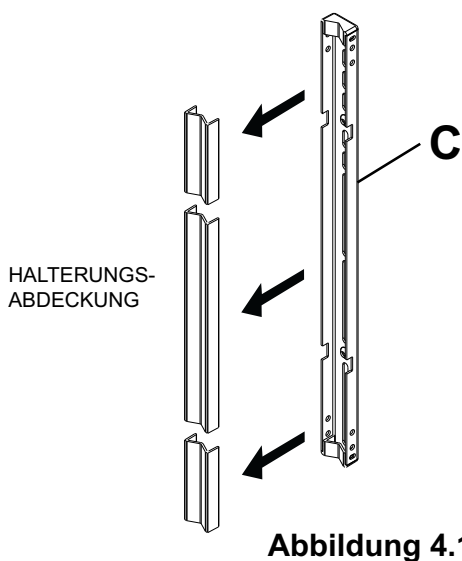
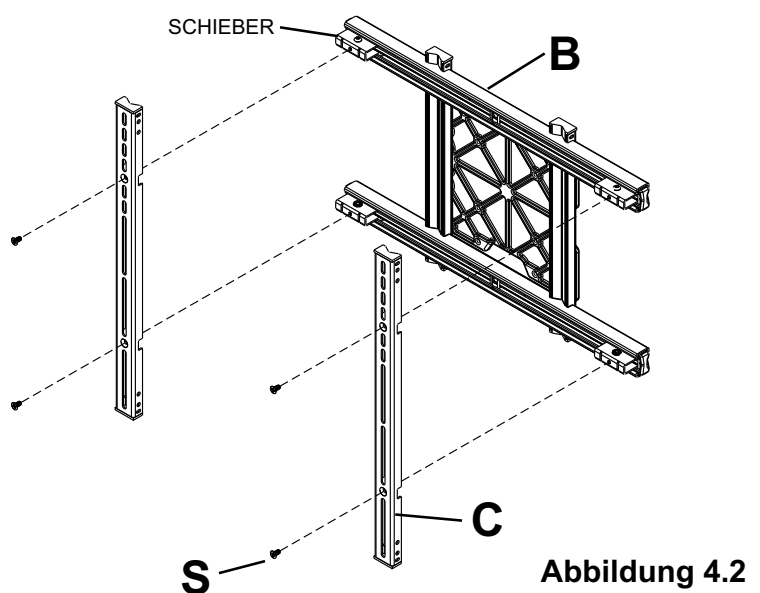

Abbildung 4.1
Abbildung 4.2
Nehmen Sie die Abdeckungen von den Bildschirmhalterungen (C) ab (siehe Abbildung 4.1). Befestigen Sie die zwei Bildschirmhalterungen (C) mit zwei M5 x 10 mm Kreuzschlitz-Senkkopfschrauben (S) an den Schiebern der Universal-Adapterhalterung (B) (siehe Abbildung 4.2).
Beginnen Sie mit der kürzesten Schraube und schrauben Sie diese wie unten gezeigt von Hand durch die Mehrlochscheibe und Bildschirmhalterungen (C) in den Bildschirm. Die Schraube muss sich um mindestens drei volle Umdrehungen in die Montagebohrung drehen lassen und gut festsitzen. Nicht zu stark anziehen. Wählen Sie eine längere Schraube aus dem Befestigungsteilesortiment, wenn sich die Schraube nicht um drei volle Umdrehungen in den Bildschirm schrauben lässt. Wiederholen Sie diesen Schritt bei den übrigen Montagebohrungen, richten Sie die Bildschirmhalterungen waagrecht aus und ziehen Sie die Schrauben an. Drücken Sie die Abdeckungen auf die Rückseite der Bildschirmhalterungen (C) (siehe Abbildung 4.1. auf S. 8).
Beginnen Sie mit der längeren Schraube und schrauben Sie diese in der unten abgebildeten Reihenfolge von Hand durch die Mehrlochscheibe, die Bildschirmhalterungen (C) und den Abstandhalter in den Bildschirm. Die Schraube muss sich um mindestens drei volle Umdrehungen in die Montagebohrung drehen lassen und gut festsitzen. Nicht zu stark anziehen. Wählen Sie eine längere Schraube aus dem Befestigungsteilesortiment, wenn sich die Schraube nicht um drei volle Umdrehungen in den Bildschirm schrauben lässt. Wiederholen Sie diesen Schritt bei den übrigen Montagebohrungen, richten Sie die Bildschirmhalterungen waagrecht aus und ziehen Sie die Schrauben an. Drücken Sie die Abdeckungen auf die Rückseite der Bildschirmhalterungen (C) (siehe Abbildung 4.1. auf S. 8).